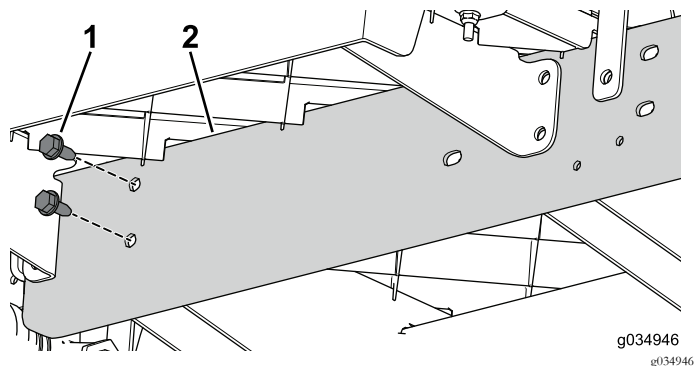

Bild 75
6. Befestigen Sie die Verlängerungsschiene mit den zwei Schrauben (5/16" x 3/4") lose am mittleren Kanal am vorderen Abschnitt der Maschine (Bild 75).